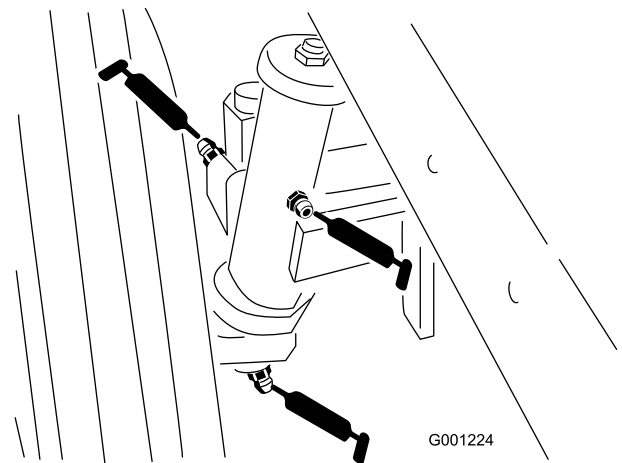

Figura 43
- Casquillos del eje de la rueda trasera (Figura 43)